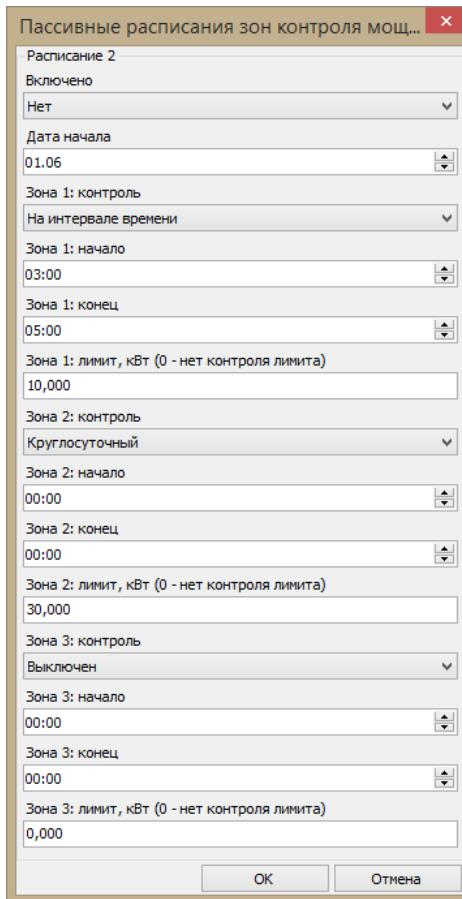

Рисунок 135 – Редактирование расписания зон и лимитов
6.8.1.5 Каждое расписание может быть включено/выключено. Каждая зона в расписании имеет признак «Зона X: контроль», который может принимать значения «выключен», «круглосуточный», «на интервале времени». Начало и конец действия зоны задаются только при включенном контроле на «интервале времени» (см. рисунок 135).
6.8.1.9 Отдельно для каждой зоны контроля каждого расписания контроля мощности устанавливаются лимиты мощности (всего до 36-ти лимитов), задаваемых в киловаттах (см. рисунок 135).